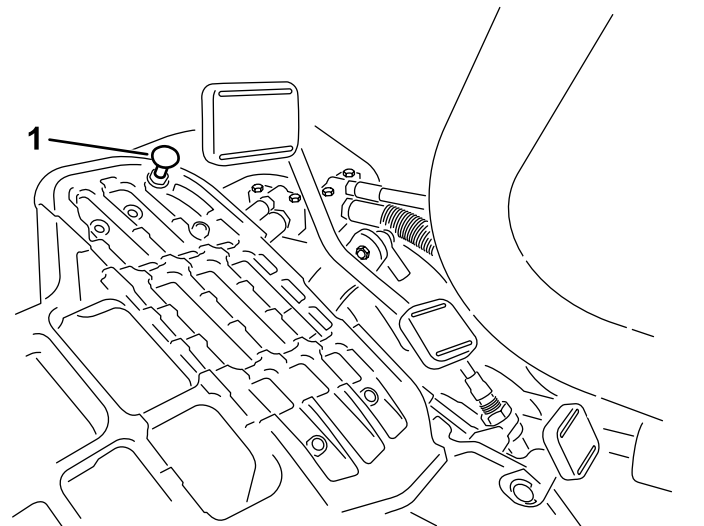

Figure 53
Pour obtenir la vitesse de transport maximale, placez le sélecteur de fonction en position TRANSPORT et appuyez sur la pédale de déplacement. Si la pédale arrive en butée (Figure 53) avant que la tension soit ressentie sur le câble, procédez au réglage suivant :
1. Placez le sélecteur de fonction à la position TRANSPORT et desserrez le contre-écrou qui fixe la butée de la pédale au plancher (Figure 53).